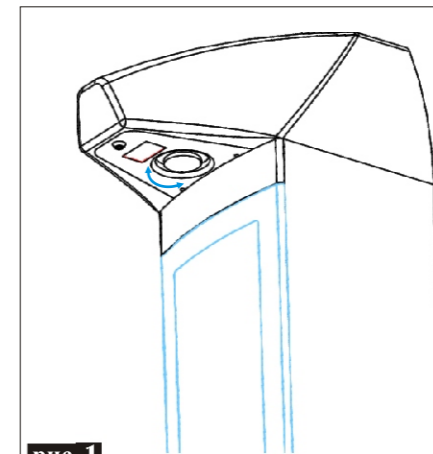

рис. 1
2. Убедитесь, что регулятор дозы находится в положении «ВЫКЛ». (рис.1)